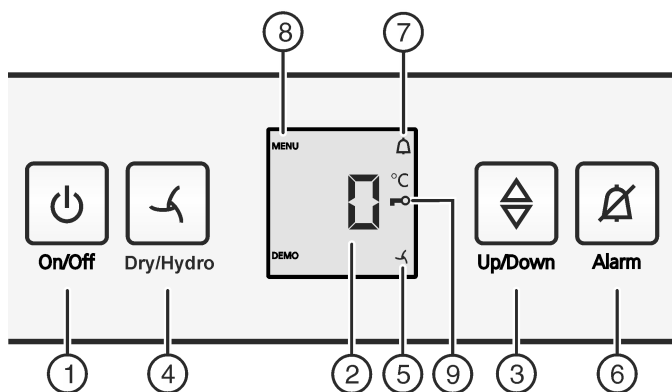

Fig. 2
- ▶ Appuyer sur la touche On/Off Fig. 2 (1).
- ▶ Activer le mode de réglage : appuyer env. 6 s. sur la touche Dry/Hydro Fig. 2 (4).
- ▷ Le symbole Menu Fig. 2 (8) est allumé.
- ▶ Confirmer en appuyant brièvement sur la touche Dry/Hydro Fig. 2 (4).
- ▶ Appuyer brièvement sur la touche Dry/Hydro Fig. 2 (4) pour activer la sécurité enfants.
- ▷ Le symbole Sécurité enfants Fig. 2 (9) est allumé. **c** clignote à l'écran.
- ▶ Appuyer brièvement sur la touche Dry/Hydro Fig. 2 (4) pour désactiver la sécurité enfants.
- ▷ Le symbole Sécurité enfants Fig. 2 (9) s'éteint. **c** clignote à l'écran.
- ▶ Désactiver le mode de réglage : appuyer sur la touche On/Off Fig. 2 (1).
► Appuyer sur la touche Alarme Fig. 2 (6).